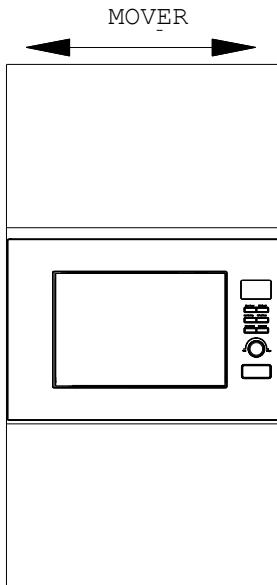

Fig. 3
- c) Desloque o produto paralelamente no armário de cozinha, de acordo com a direção da seta na figura, e mantenha-o centrado. (Fig. 3)